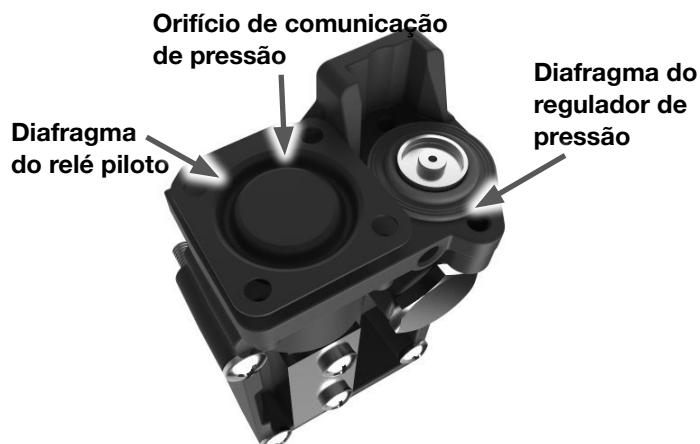

Figura 32 – Posição de montagem dos diafragmas do regulador de pressão e do relé-piloto
- ➔ Instale um novo diafragma com o lado côncavo voltado para baixo, de modo que o diafragma fique corretamente assentado no topo do pistão e o orifício de comunicação de pressão fique corretamente posicionado (vide Figura 32).
- ➔ Instale um novo conjunto do diafragma com o lado côncavo do prato do diafragma voltado para cima (vide Figura 32), de tal modo que a mola do regulador de pressão possa assentar corretamente no prato do diafragma.